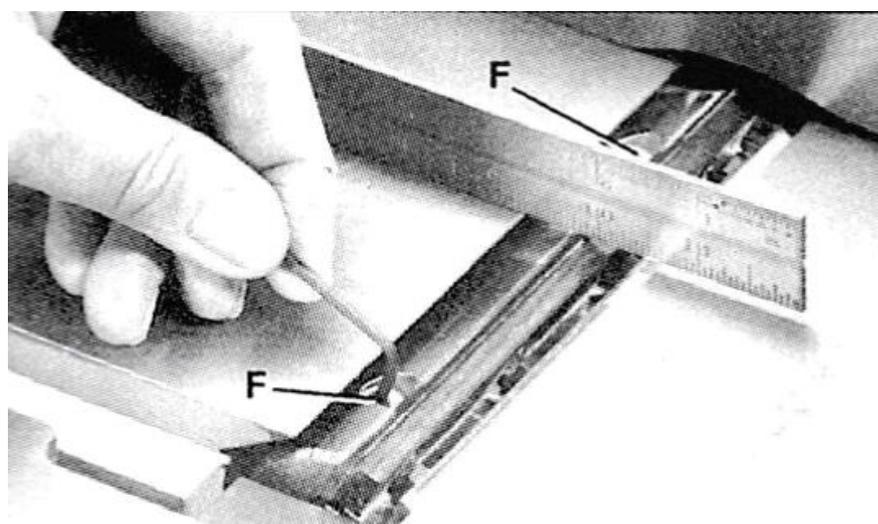

Рис. 30 Подъемные винты
4. Если резец расположен высоко или низко на каком-либо конце, немного поверните четыре винта (D) – Рис. 29 в стопорном прутке резца с помощью поставляемого в комплекте ключа (E) по часовой стрелке, чтобы открутить их. Затем отрегулируйте высоту резца, используя подъемные винты (F) – Рис. 30.